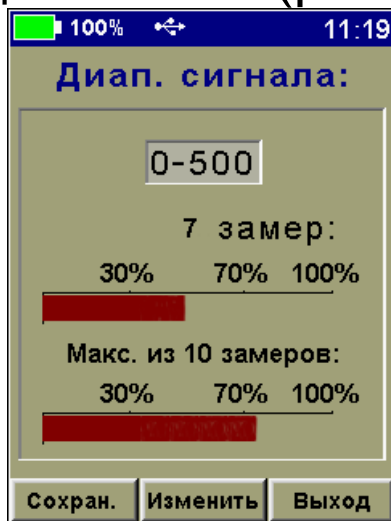

Рисунок 18
3.7.3 **”Диапазон сигнала”** - установка диапазона входного сигнала. Нажатием программной клавиши «Изменить» можно попасть в меню определения текущего уровня сигнала и изменения рабочего диапазона (рис. 18).